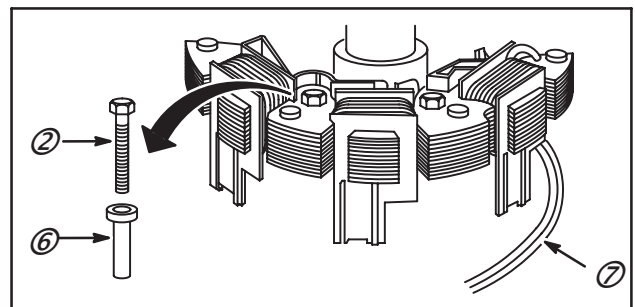

Fig. 23
2. Enlever le fil de masse (5) ou le redresseur (3, Ancien modèle) du boîtier d'entraîneur.
3. Déposer les deux vis de fixation du stator (2) et les entretoises.
4. Installer un stator neuf (4), les vis de fixation et les entretoises. S'assurer que les fils (7) sont correctement positionnés comme indiqué en Fig. 23.
5. Tout en serrant les vis (2), pousser le stator vers le vilebrequin pour éliminer le jeu dans les entretoises (6).